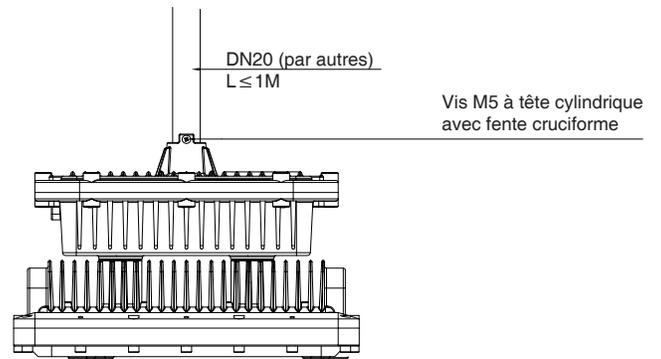

Figure 4
- 13. Fixer le luminaire avec des vis M5 à une tension de serrage de 4 N-m. (Fig.4)